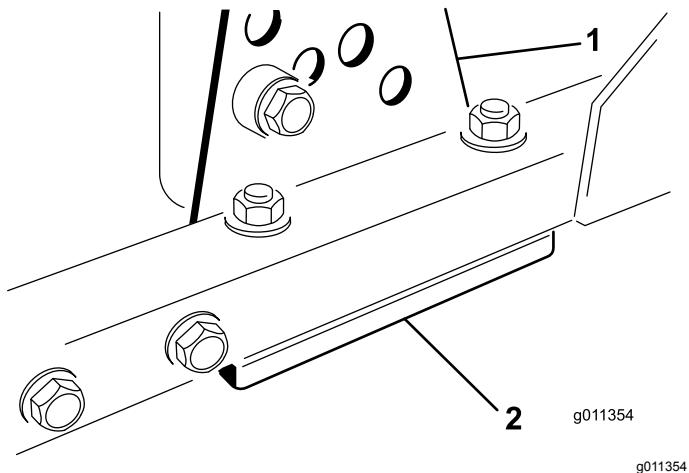

Figura 82
- Togliete la staffa dell'altezza di taglio (anteriore, sinistra o destra) dal telaio del piatto di taglio (Figura 82).
- Regolate gli spessori di 1,5 mm e/o 0,7 mm fra il telaio del piatto di taglio e la staffa per ottenere l'impostazione dell'altezza desiderata (Figura 82).